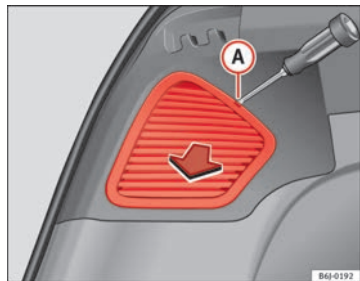

Fig. 179 Luci laterali
- Rimuovere la copertura con un cacciavite dalla punta piatta collocato nella scanalatura indicata **A** ⇒ fig. 179.